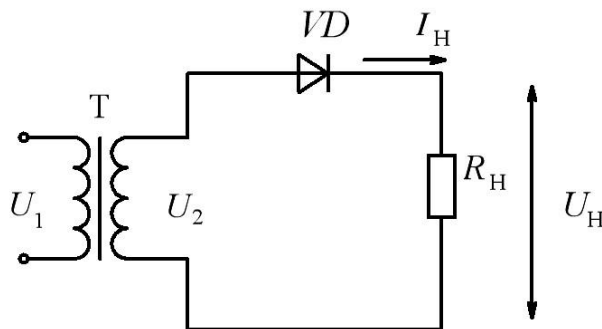

Рис. 6.1
1. В соответствии с вариантом вычерчиваем схему выпрямителя (рис. 6.1).